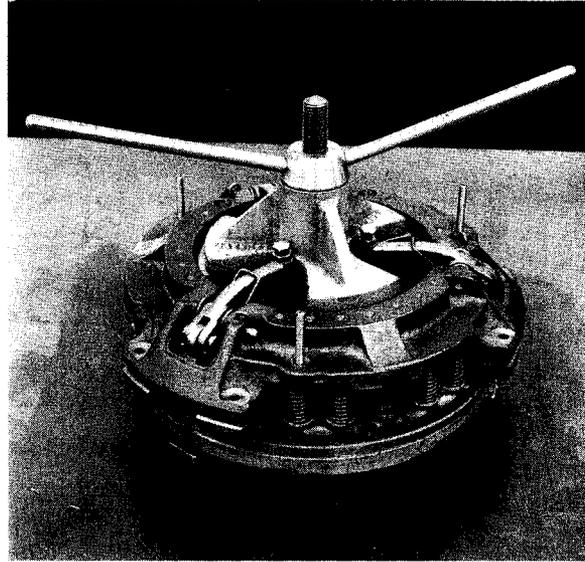

Fig. 3
- 5° Remplacer les trois vis d'assemblage montées en H 1, § 2°, par les trois goujons prévus à cet usage. Voir figure 3.
- 7° Extraire les axes (11) d'articulation des biellettes sur le plateau d'embrayage (7). Démontez les vis de butée de doigt.